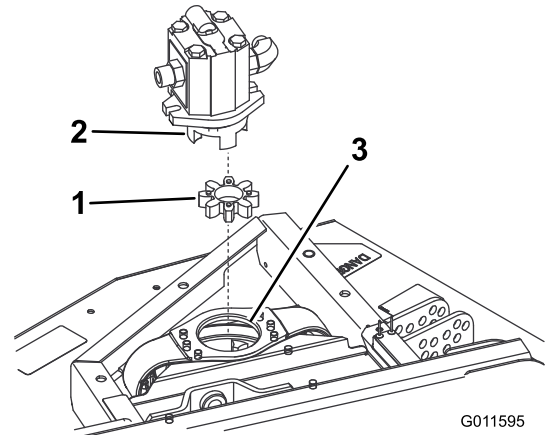

Figura 2
3. Estraete il giunto elastomerico dall'accoppiamento della puleggia. Ispezionatelo in cerca di eventuali segni di usura e, se necessario, sostituitelo. Altrimenti conservatelo per montarlo sul nuovo apparato di taglio frontale (Figura 2).
Nota: Controllate che il mozzo del giunto non sia usurato, e sostituitelo se è danneggiato (Figura 2).